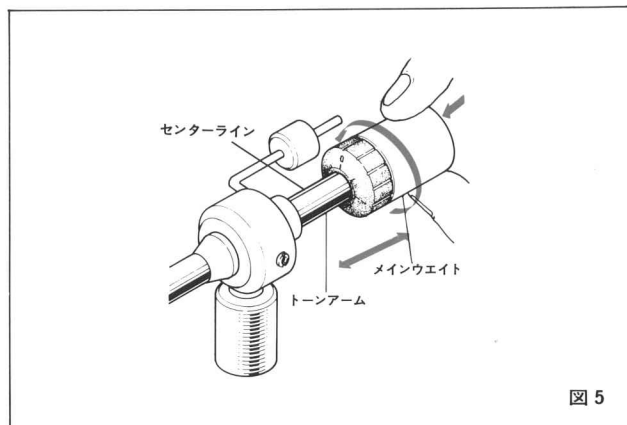

図 5
- ① トーンアーム尾部に、メインウェイトを矢印の方向にカチッという手ごたえがあるところまで静かに押し込みます。
- ② メインウェイトは（アーム正面から見て）左に回すと前方に、右へ回すと後方に移動します。（図5）